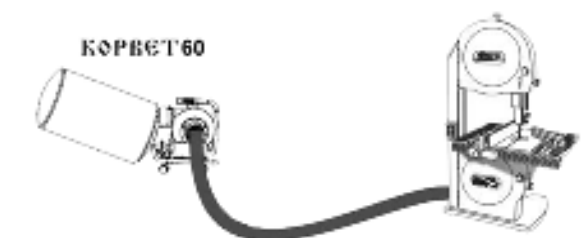

Рис.6.
- 10.1. Пылесос рассчитан на работу с одним деревообрабатывающим станком или машиной (строгальным, пилой и т. п.). Пылесос подключается к оборудованию шлангом (Арт.19206, не входит в комплект поставки) диаметром 100 мм, подключаемым к всасывающему патрубку (9) пылесоса и патрубком пылесборника деревообрабатывающей машины или станка через соответствующий переходник (не входит в комплект поставки), Рис.6.